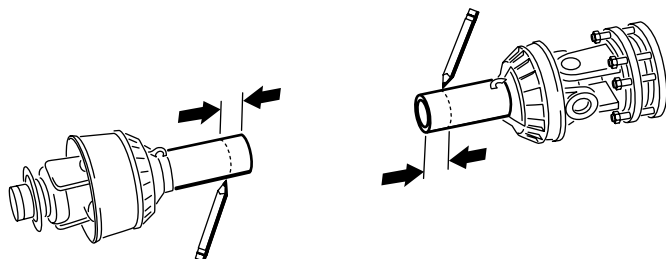
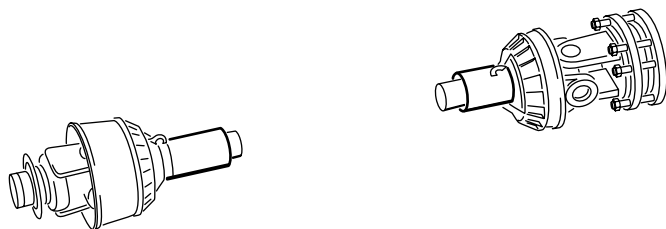

Figura 20
Figura 21
- Usando le misure ricavate al punto 11, individuate, contrassegnate e tagliate dagli schermi di protezione la quantità sufficiente ad esporre i tubi (**Figura 20** e **Figura 21**).